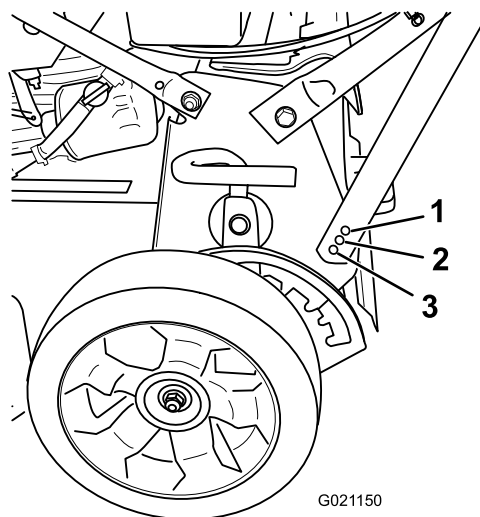

Figura 5
2. Togliete il bullone della stegola e inseritelo in 1 dei 3 fori situati sulla parte inferiore della staffa della stegola (Figura 5).